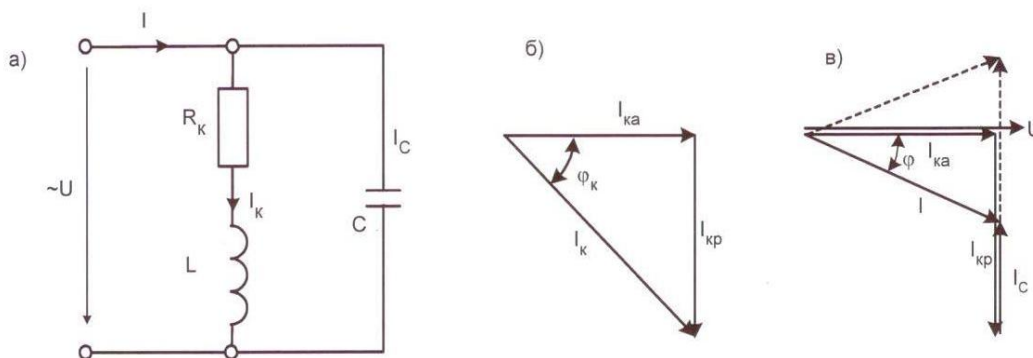

Рис. 7.1. а) Принципиальная схема параллельной цепи
5.1. Соберите цепь, принципиальная схема которой показана на рис. 7.1а, а монтажная – на рис. 7.2, включив в каждую ветвь миниблок для подключения амперметра. В первом опыте конденсаторы не включайте.